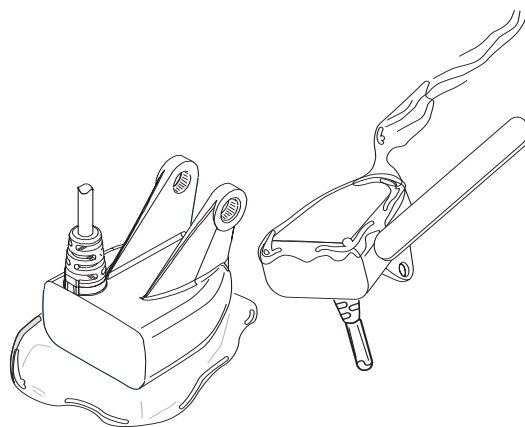

Figura 14
5. Lipiti transductorul in pozitie invartind usor pentru a elimina aerul, pastrand extremitatea corpului transductorului indreptata catre prora (Figura 14).